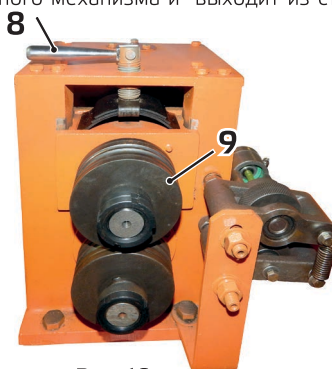

Рис. 18
7. Вращая ручку (8) поднимите прижимной ролик (9) (рис. 18).
8. Пропустите арматуру через ролики приемного протяжного механизма и прижмите ее роликом (9).